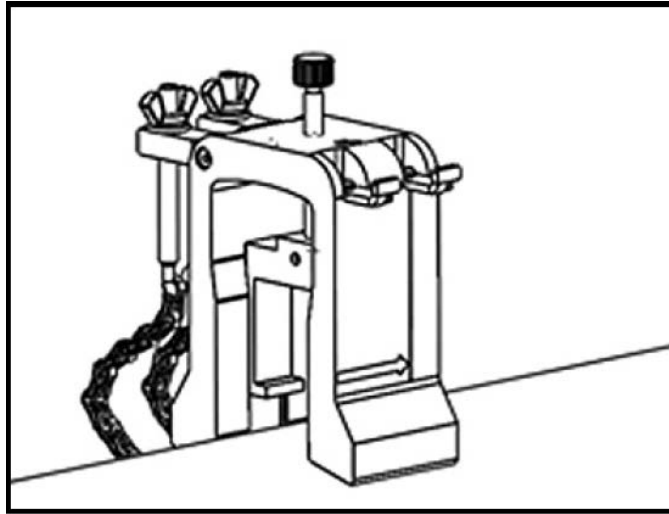

图 36: 轭架放于管子顶端
- 将轭架安放在管子的顶端（请参见下面的 图 36）。如果所需的换能器间距  $< 305 \text{ mm}/12 \text{ in.}$ ，轭架链条必须放置在如下图所示的夹紧装置内。